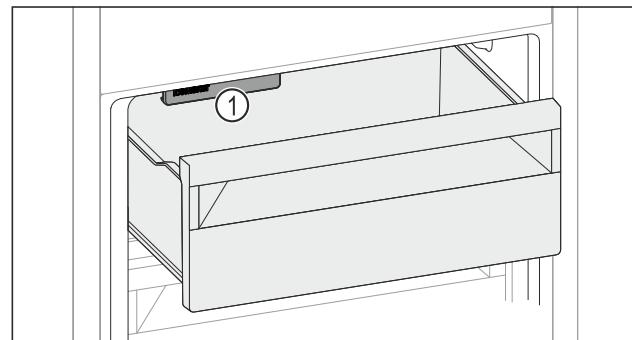

Fig. 155
- Luați în considerare IceMaker Fig. 155 (1).